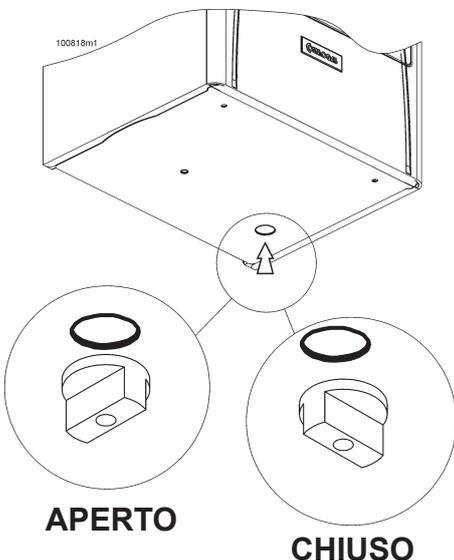

Figura 51 - Rubinetto di carico
- aprire il rubinetto di carico (vedi figura 51) per un quarto di giro in senso antiorario;
- chiudere il rubinetto di carico (vedi figura 51) per un quarto di giro in senso orario.
**ATTENZIONE !!!** Durante il normale funzionamento dell'impianto il rubinetto di carico (vedi figura 51) deve rimanere sempre in posizione di chiusura. Se, col tempo, la pressione scende, ripristinare il valore corretto. Nel primo mese di funzionamento può essere necessario ripetere più volte questa operazione per togliere eventuali bolle d'aria presenti.